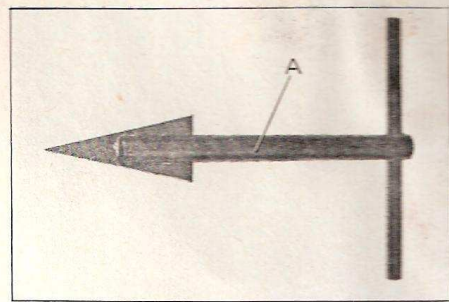

Fig. M 19.
rioration ou mauvais montage), le filet rapporté est à retirer de son logement, employer l'extracteur A (fig. M 19) prévu à cet effet et fourni avec le coffret 2467-T.
logement (fig. M 19 bis). Si nécessaire, utiliser l'extracteur MR - 3670.
Déposer la clavette (7), la bague (8) sur l'extrémité avant de vilebrequin, la rondelle (6) pare-huile (fig. M 19 bis).
Fig. M 19 ter.